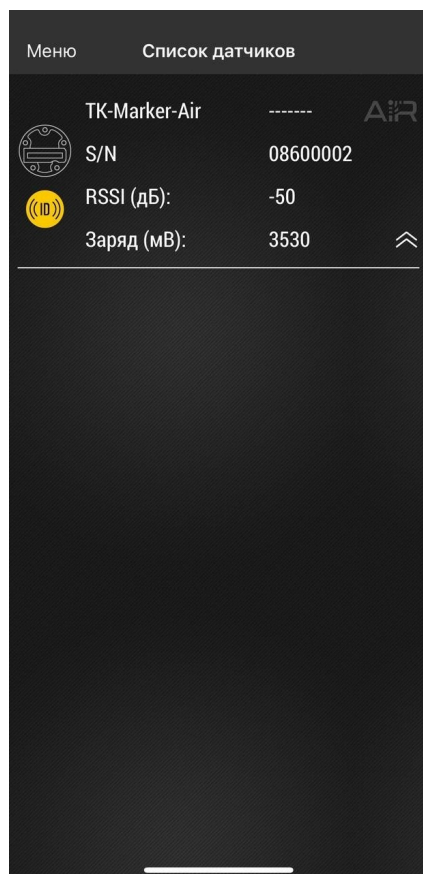

Рис.3. Найденные метки
2. Запустите приложение USP Tool. Откроется окно поиска устройств. Если в радиусе действия Bluetooth есть ранее активированные метки, находящиеся в режиме «**Работа**» или «**Конфигурация**», то они появятся на экране мобильного устройства (**Рис.3**).